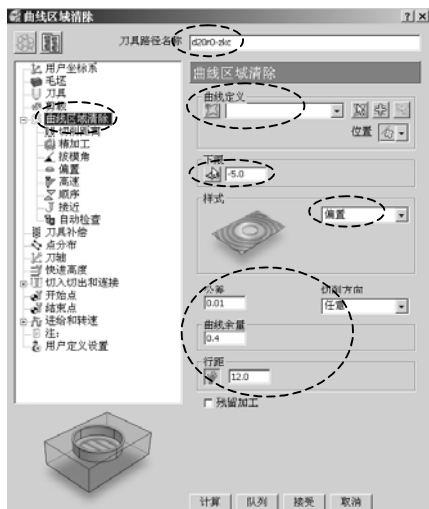

图 6-28 设置中部型腔刀路参数
1) 在 PowerMILL 综合工具栏中, 单击刀具路径策略按钮, 打开“策略选取器”对话框, 选择“2.5 维区域清除”选项卡, 在该选项卡中选择“二维曲线区域清除”, 单击“接受”按钮, 打开“曲线区域清除”表格, 按图 6-28 所示设置参数。